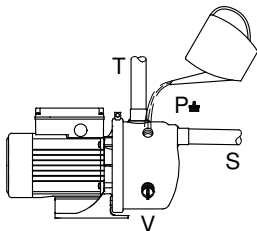

Fig. 5 Påfyldning af vand
Skru proppen (V) ud, se fig. 5, og montér ejektorventilen i hullet.
1. Afmonter proppen (P). Se fig. 5.